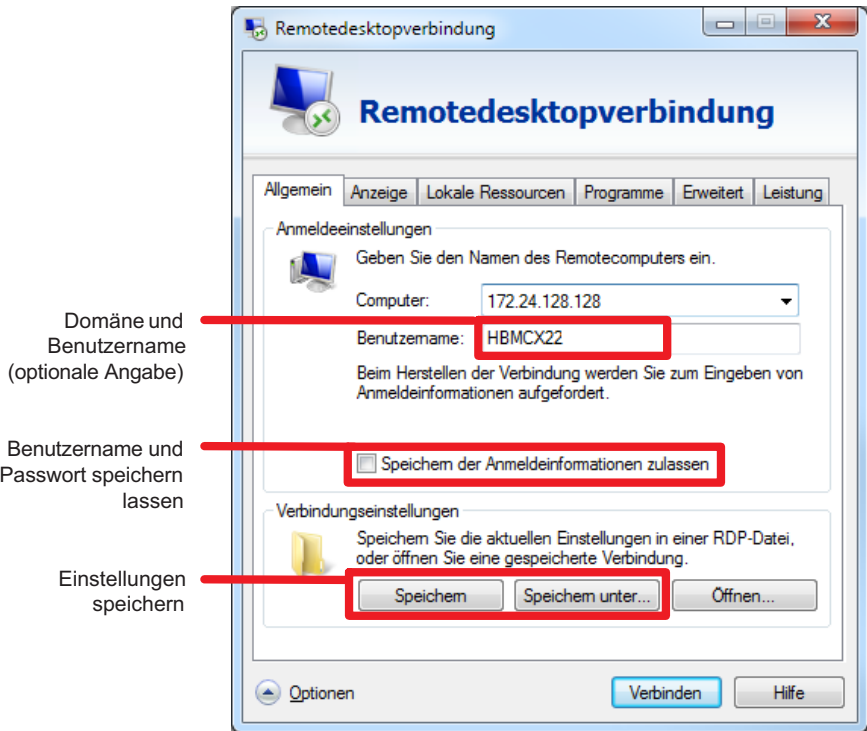

Abb. 6.8 Remotedesktop-Konfiguration speichern
- ▶ Speichern Sie die Konfiguration über das Register **Allgemein** entweder unter einem neuen Namen (**Speichern unter**) oder als Voreinstellung für die Verbindung über den *HBM Device Manager* (**Speichern**), siehe Abb. 6.8.
Wenn Sie auf diese Konfigurationsdatei (oder einen Link darauf) doppelklicken, wird direkt eine Verbindung mit dem CX22B-W aufgebaut und Sie müssen nur noch das Passwort eingeben. Falls Sie das *Speichern der Anmeldeinformation* (siehe Abb. 6.8) zulassen, erfolgt dies automatisch.